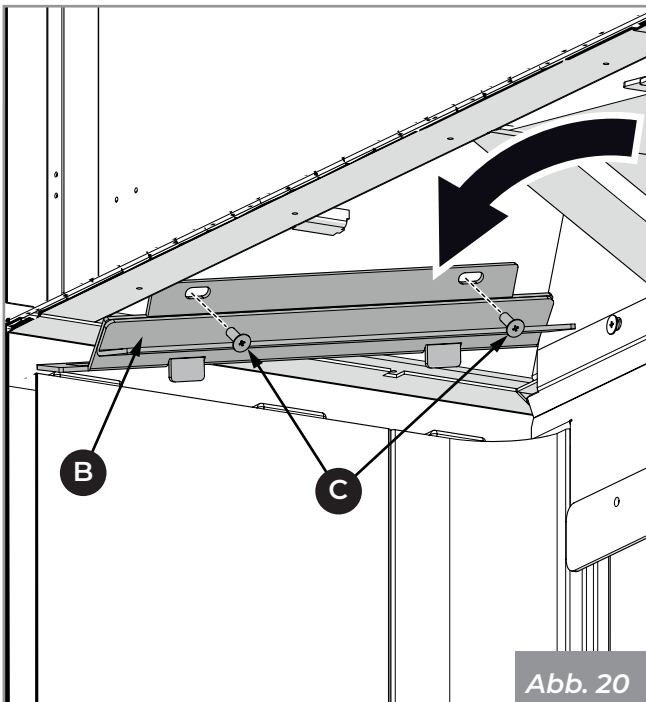

Abb. 20
- 2) Blockieren Sie das feuerfeste Material mit der Halterung (B) und achten Sie darauf, die Schlitzte in die entsprechenden Vorsprünge einzuführen und mit den entsprechenden Schrauben (C) (Abb. 20) zu befestigen.
- 3) Gehen Sie auf der gegenüberliegenden Seite genauso vor (bei den Modellen MX R und MX L gibt es aufgrund des Vorhandenseins der Seitenscheibe nur die Kurve und die obere Halterung (B - Abb. 20)).